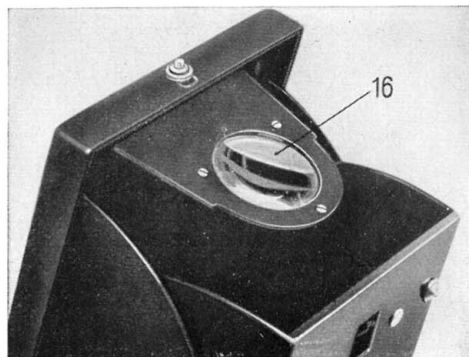

Bild 8
(16) benutzt (Bild 8). Damit die Sucherlupe in die Gebrauchslage springt, wird mit dem Zeigefinger die rechte obere Kante des Lupenhalters nach links gedrückt. Nach erfolgter Scharfeinstellung und Wahl der Blende sucht man auf der Blendenwertskala die Blenden und kann dann sofort an der Meter-skala den Anfang und das Ende der Schärfentiefe ablesen.